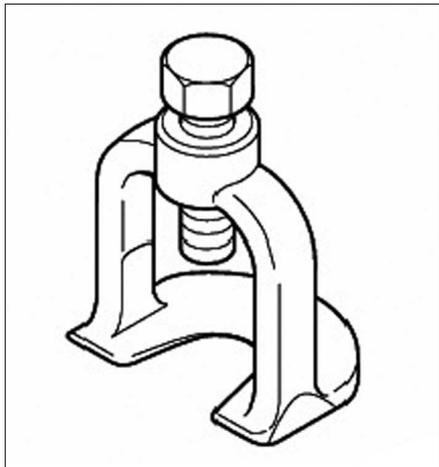

FIG. 5
- Extracteur de rotule de pivot (réf : 32 1 190) (Fig.5).